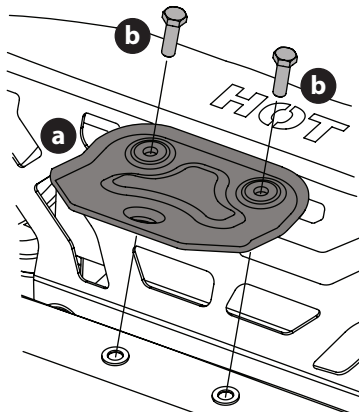

Figure 3
1. Localisez l'attelage (a) et installez-le à l'arrière du châssis à l'aide des deux vis à bride hexagonales (b) fournies (Figure 3).